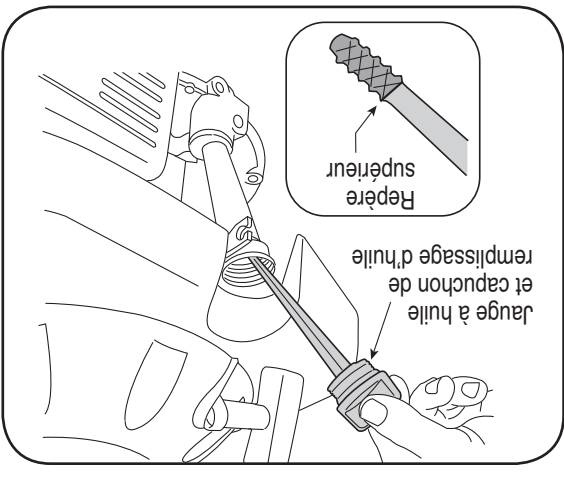

Figure 9-3
3. Si le niveau d'huile est bas, ajoutez lentement de l'huile jusqu'à la limite supérieure sur la jauge. Voir la Figure 9-3.